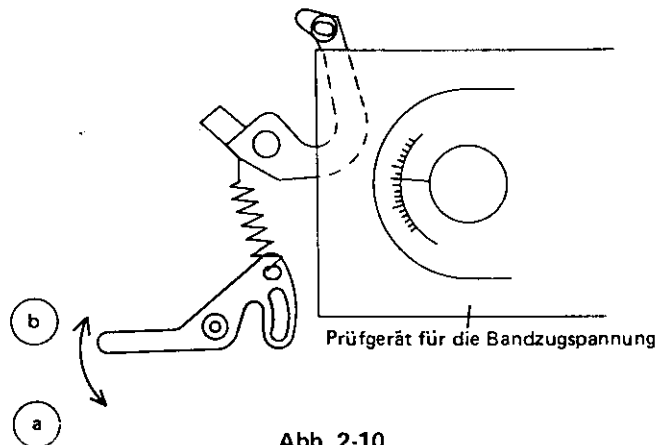

Abb. 2-10
1. Ist der angezeigte Wert größer als 30g-cm, so ist der Federhalter (A) entsprechend Abb. 2-10 in Pfeilrichtung (a) zu biegen, bis ein Wert von 27g-cm angezeigt wird.
2. Ist der angezeigte Wert sehr viel kleiner als 24g-cm, so ist der Federhalter (A) in Pfeilrichtung (b) zu biegen, bis 24g-cm angezeigt werden.